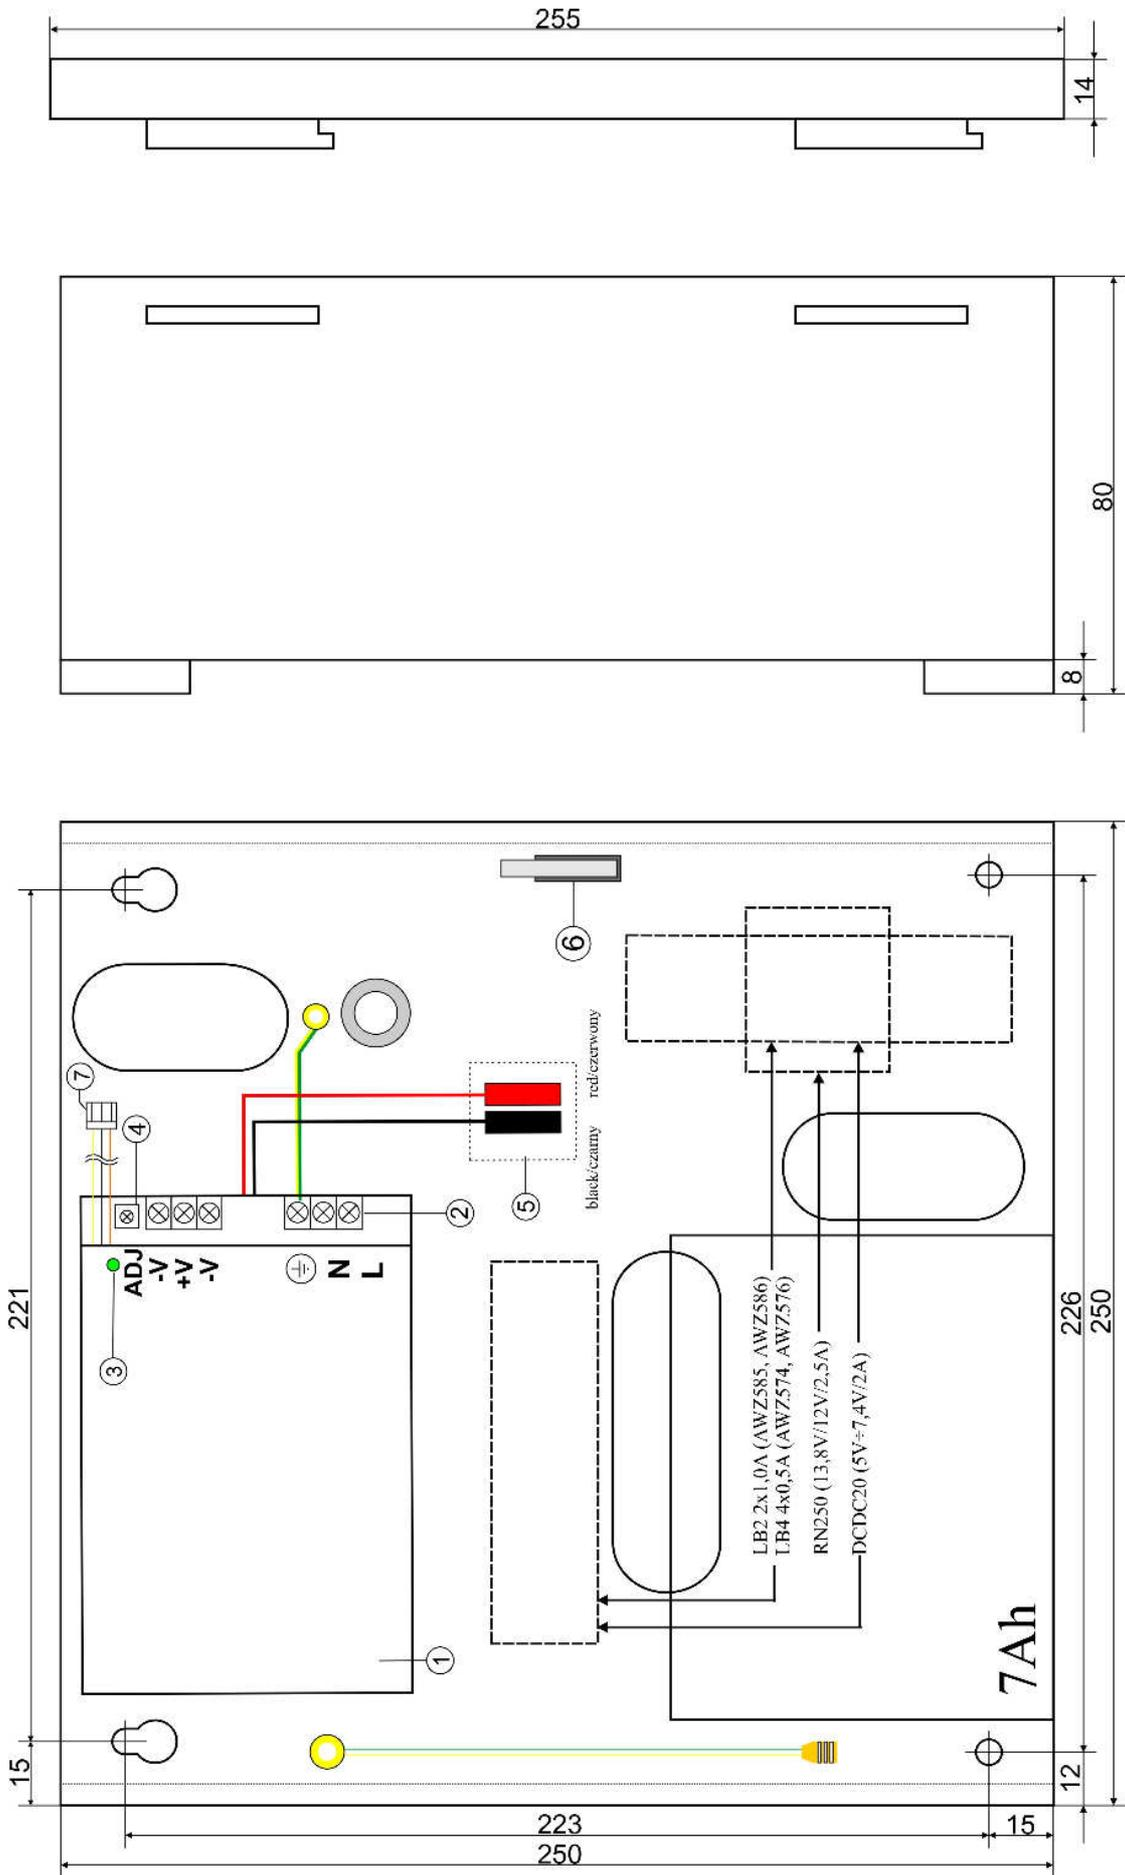

Fig.2. Vista dell'alimentatore.
1.3. Descrizione degli elementi e giunti dell'alimentatore (tab.1, tab.2, fig.2).
Elemento n. [Fig. 2]	Descrizione
Elemento [Fig. 2]	Descrizione
Fissaggio	Vedi fig. 2